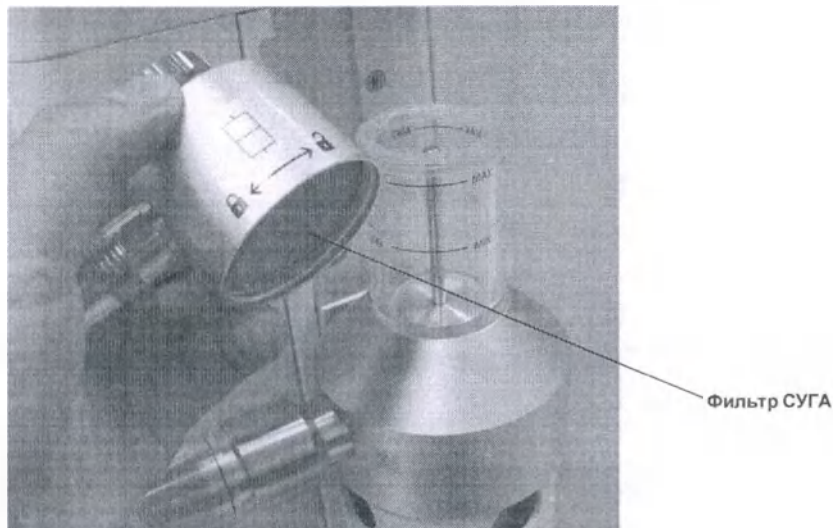

РИС. 7-24 Снятие крышки СУГА/проверка фильтра СУГА
4. См. РИС. 7-24. Снимите крышку СУГА. Проверьте фильтр СУГА и при необходимости вытряхните его над мусорным контейнером. Если фильтр необходимо заменить, утилизируйте старый фильтр в соответствии с местными нормативами.